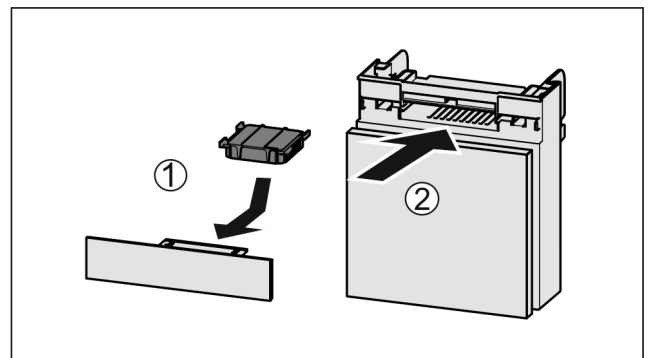

Fig. 120
- Inserire il vano Fig. 120 (2).